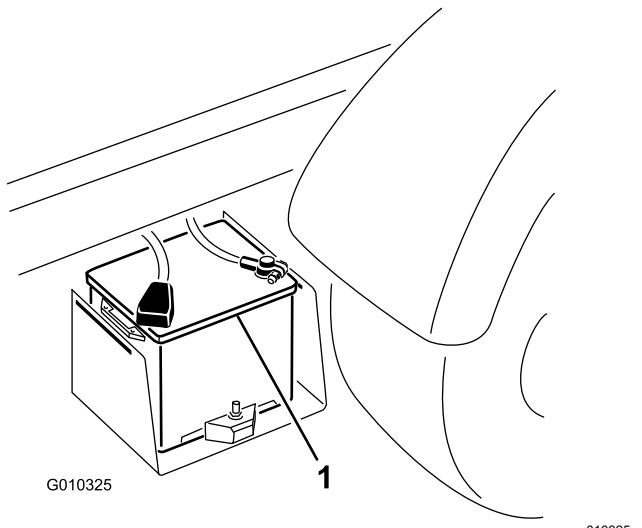

Figure 42
- Connectez un câble de démarrage entre les bornes positives des 2 batteries (Figure 42).